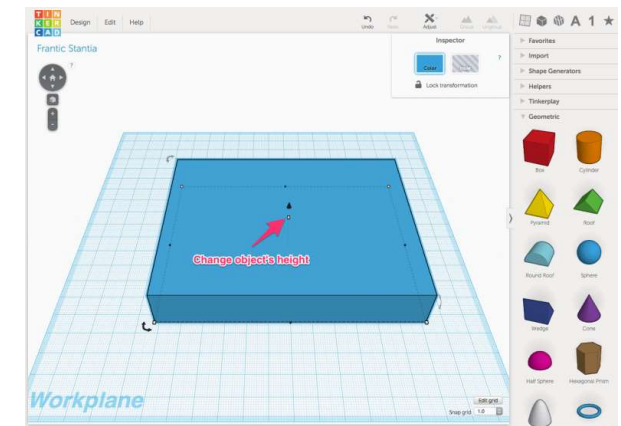

Figura 1: Screenshot do programa Tinkercad
1. Depois de aberto um novo projeto (passo 2 da página anterior), os passos para construir a sua base são muito simples. De entre as várias opções disponíveis, o processo mais fácil é selecionar uma **forma geométrica** de entre as apresentadas no painel principal à direita (figura 1).
2. Para melhorar o aspeto da sua etiqueta, a melhor opção é escolher uma espessura reduzida para a base, de modo a assentar as letras num retângulo mais fino. Definir a escala e forma de todo o objeto é fácil: basta selecionar uma forma de entre as várias formas geométricas no painel da direita, usar os pontos da peça a selecionar (visíveis em torno da base) e “puxar” e “largar” a caixa com o rato até obter a forma pretendida. Para regular a altura da peça, use o ponto da peça assinalado na figura 1 por meio de uma seta vermelha.